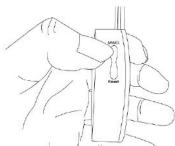

图 2.3
- 按 MM/Ct (图 2.3) 可在以毫米为单位的尺寸和以克拉为单位的重量之间转换。
- 慢慢合上游标 (图 2.5)，读数将直接显示在显示窗口上。按 MM/Ct (图 2.3) 可在以毫米为单位的尺寸和以克拉为单位的重量之间转换。